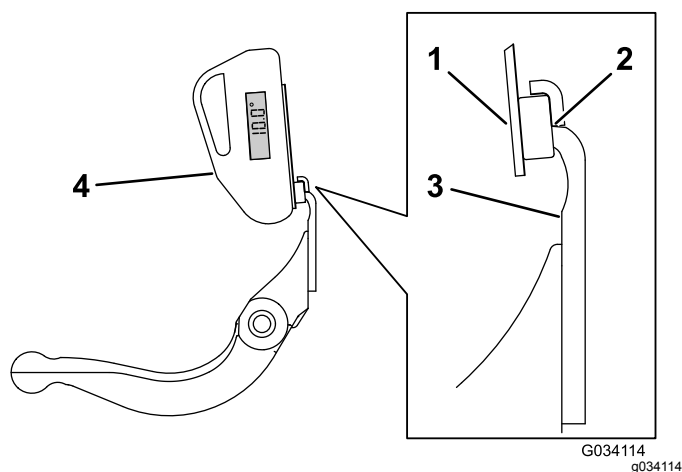

Figure 28
3. Placez le support d'indicateur d'angle sur le bord de la contre-lame de sorte que le bord de l'aimant soit accouplé au bord de la contre-lame (Figure 28).
4. Placez l'indicateur d'angle sur le support comme illustré à la Figure 28.